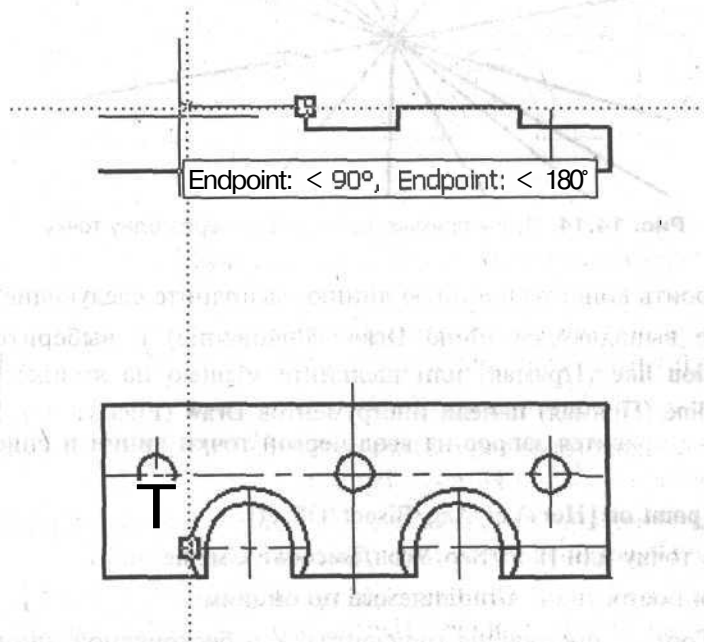

Рис. 14.13. Определение новой точки при помощи объектного отслеживания
2. Вызовите команду построения отрезка **LINE** (ОТРЕЗОК) и на запрос команды о вводе новой точки переместите курсор на точку привязки, а затем задержите его до появления в ней маленького крестика. Не щелкайте кнопками мыши. Если используется одна точка привязки, укажите новую точку на линии отслеживания щелчком левой кнопки мыши или вводом расстояния в командной строке с последующим нажатием клавиши **<Enter>**. Если используются две точки привязки, захватите еще одну опорную точку и укажите новую точку щелчком на пересечении линий отслеживания (рис. 14.13).